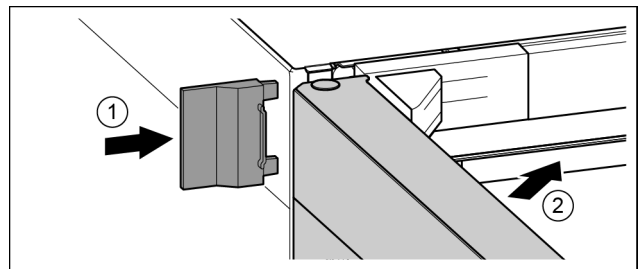

Fig. 26
- ▶ Насуньте зовнішню кришку. *Fig. 26 (1)*
- ▶ Закрийте верхні дверцята. *Fig. 26 (2)*